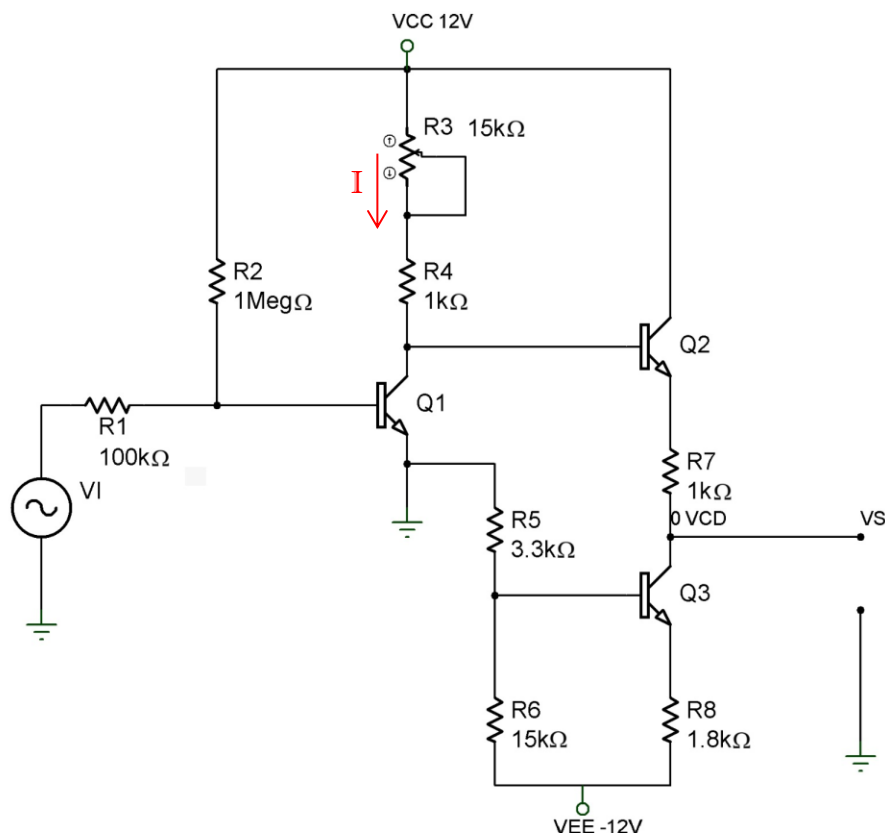

Figura 5.1
2. Desarrollar el análisis teórico de la Figura 5.1, mismo que deberá ser entregado al profesor del laboratorio al inicio de éste.
3. Realizar la simulación del circuito de la Figura 5.1.
1. Arme el circuito de la Figura 5.1. Ajuste V_i con una señal senoidal de 500mVpp y una frecuencia de 3kHz.
5. Conecte la resistencia de carga en el circuito de la Figura 5.1 (colector del transistor 3 y a tierra) variándola con los valores indicados en la Tabla 5.2, mida para cada una el voltaje de salida y determiné la ganancia de voltaje para cada caso.